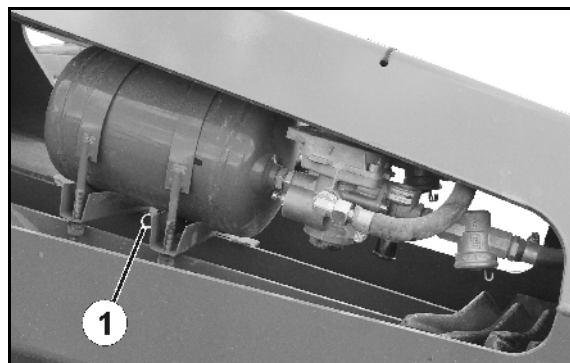

Fig. 72
1. Træk tømmeventilen (Fig. 72/1) til siden ved hjælp af ringen, indtil der ikke kommer mere vand ud af luftbeholderen.